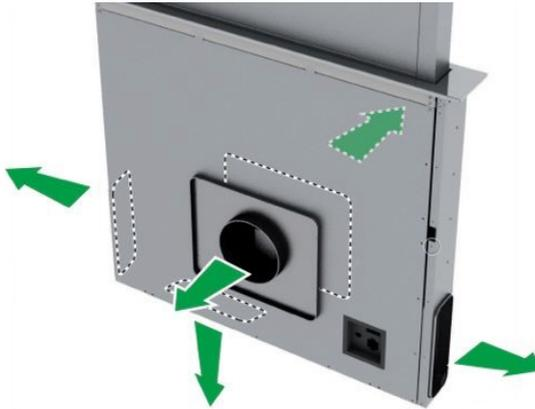

Fig. 22
9. Para versões com motor externo, coloque a unidade de aspiração (motor externo) em local adequado e instale a conduta de exaustão de ar conforme ilustrado. Em seguida, encaixe os dutos de saída de ar entre o motor externo e o downdraft. Selecione uma saída de ar entre as cinco possibilidades (Fig. 22) e encaixe a união fornecida com o aparelho.